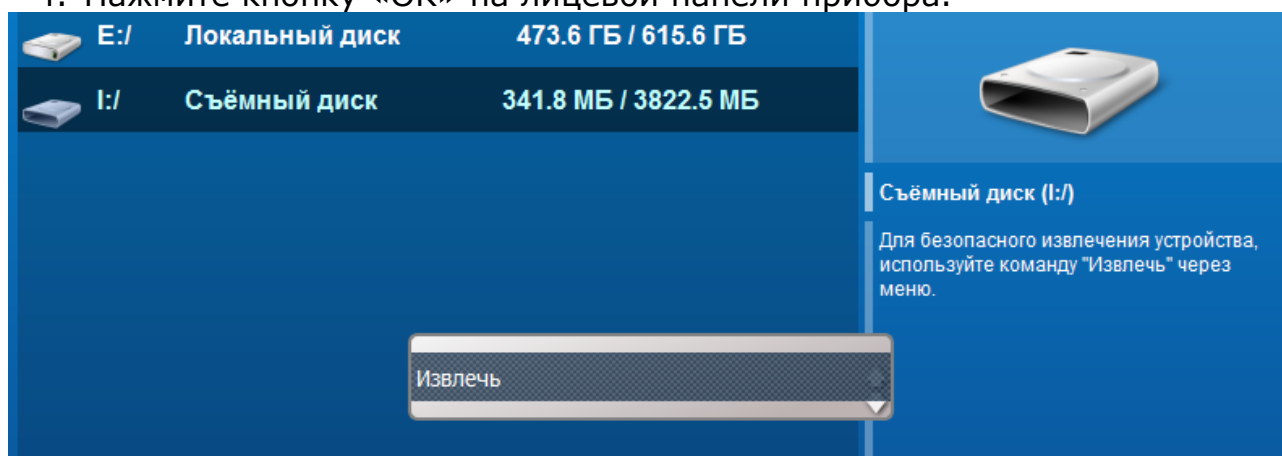

Рис. 40. Всплывающее меню с выделенным пунктом «Извлечь» для безопасного извлечения съёмного диска
3. Выберите пункт «Извлечь» в появившемся меню (рис. 40).